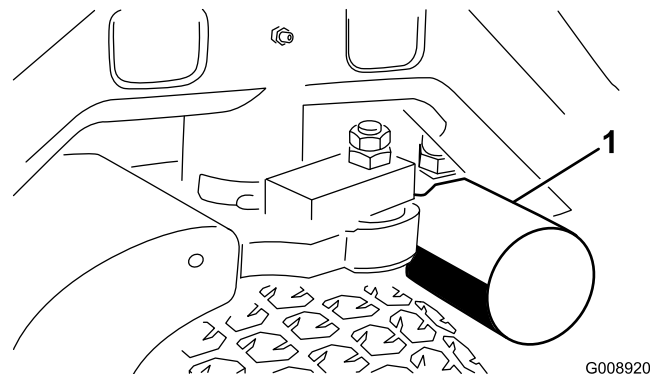
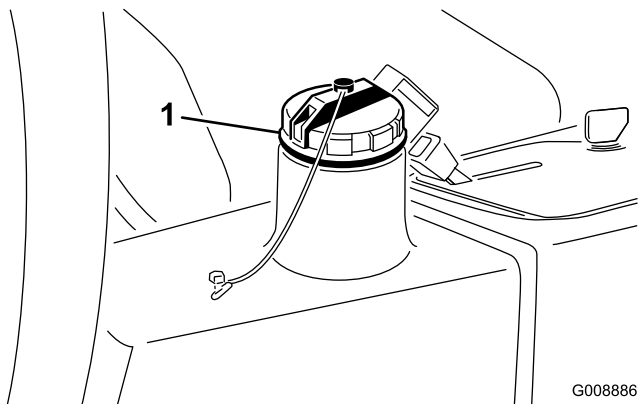

Figura 55
**Figura 56**
3. Limpie la zona de montaje del filtro. Coloque un recipiente debajo del filtro (Figura 55) y retire el filtro.
2. Desconecte el tubo hidráulico (Figura 56) o retire el filtro hidráulico (Figura 55) y deje fluir el aceite hidráulico en un recipiente apropiado. Vuelva a colocar el tubo cuando el aceite hidráulico se haya drenado.